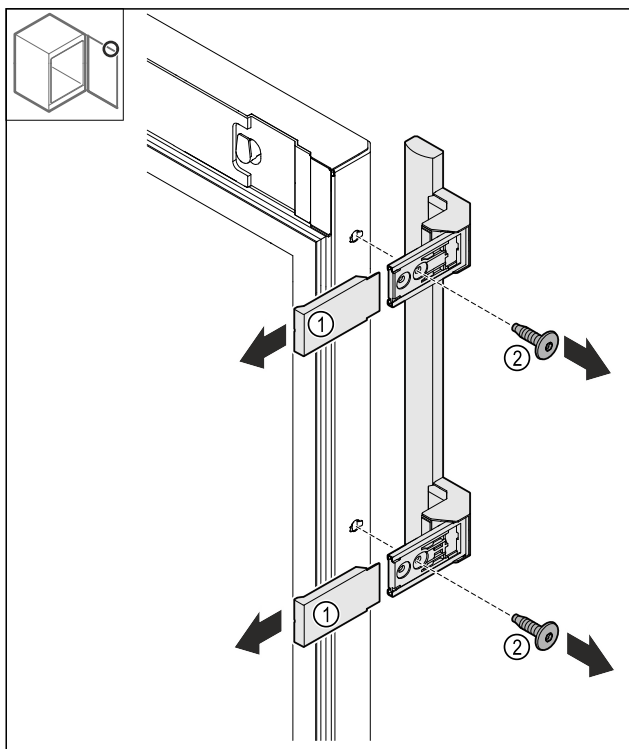

Fig. 24
- ▶ Αφαιρέστε τα καλύμματα Fig. 24 (1).
- ▶ Λύστε τις βίδες Fig. 24 (2).